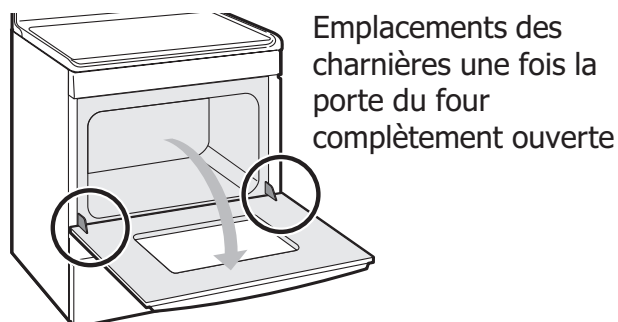

Figure 32: Emplacement des charnières de porte
3. Ouvrez complètement la porte du four, parallèlement au sol (Figure 32).